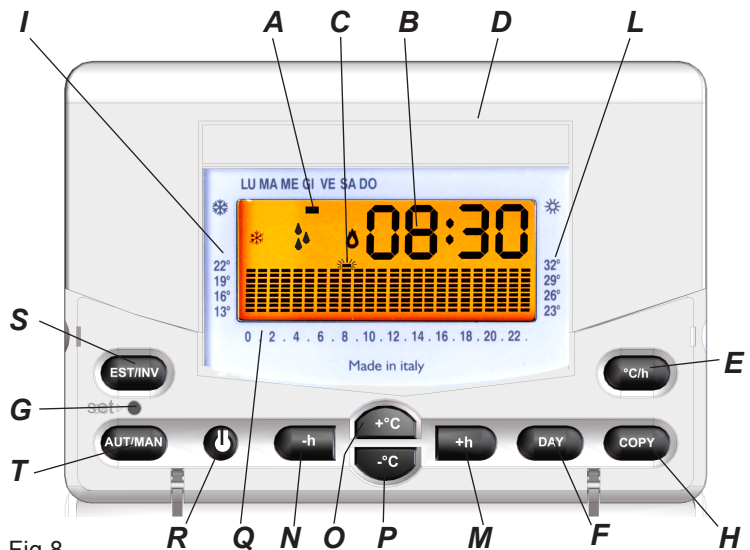

Fig.8
Particolare fondamentale del cronotermostato è il display grafico retroilluminato che presenta un diagramma composto da 24 colonne rappresentanti le ore della giornata; l'altezza di ogni colonna indica la temperatura programmata per quell'ora. Il segmento in alto a sinistra (A in Fig.8), in corrispondenza delle scritte sovrastampate, indica il giorno al quale si riferisce il programma. La temperatura programmata (B in Fig.8) viene visualizzata in alto a destra durante la programmazione ed è identificata dal lampeggio del giorno e del simbolo "C" indicante i °C. Durante il funzionamento normale vengono visualizzati alternativamente, premendo il tasto °C/h (Fig.8), l'orario, la temperatura ambiente e l'umidità relativa. **Easy H** appena alimentato presenta un diagramma standard di utilizzo, mentre l'orologio parte dall'ora 00.00 di Lunedì (LU). Per modificare il programma standard portarsi al giorno desiderato mediante il tasto DAY (Fig.8) e variare il grafico giornaliero utilizzando i quattro tasti centrali disposti a croce.
I tasti +h e -h (Fig.8) spostano il cursore orizzontalmente lungo l'asse delle ORE, mentre i tasti +°C e -°C (Fig.8) variano la temperatura impostata.
- Premendo il tasto **DAY** (F in Fig.8) si passa al giorno seguente visualizzando il programma memorizzato (se non esiste verrà visualizzato il grafico standard) che potrà essere modificato come descritto precedentemente.
Terminata la programmazione dell'intera settimana non resta che aggiornare l'ORA ed il GIORNO premendo, mediante uno strumento appuntito, il tasto **SET**. (Fig.8).
Da questo momento **Easy H** inizia il suo regolare funzionamento indicando ogni inserimento del carico (riscaldamento o condizionamento) mediante l'accensione del simbolo della fiamma sul display (Fig.8).
Premendo il tasto AUT/MAN (Fig.8) il cronotermostato entra nel funzionamento manuale spegnendo il grafico (che rimane memorizzato) e accendendo il simbolo della mano (Fig.8). Ora **Easy H** si comporta come un semplice termostato ambiente dove la regolazione avviene impostando la temperatura con i tasti **+°C** e **-°C** (O, P in Fig.8). La temperatura impostata, leggibile sul display, verrà mantenuta fino a che non si uscirà dal funzionamento manuale, ripremendo il tasto AUT/MAN (modo di funzionamento automatico).
Quando il tasso di umidità ambientale risulta più elevato di quello impostato dall'utente il cronotermostato **Easy H** attiva il relè CH2 azionando così l'impianto di deumidificazione facendo comparire sul display il simbolo "U" (Fig.8).
Premendo per due secondi il tasto (R in Fig.8) si spegne il cronotermostato. **Easy H** disattiverà le funzioni relative ai programmi impostati, che rimarranno comunque memorizzati, e visualizzerà alternativamente la scritta OFF con l'ora attuale o la temperatura rilevata.
Nel caso ci fosse la necessità di annullare il programma inserito (per esempio dopo una prova di programmazione) premere contemporaneamente i tasti **AUT/MAN** e **COPY** (T, H in Fig.8) per circa due secondi; **Easy H** riparte con l'inizializzazione descritta in precedenza.